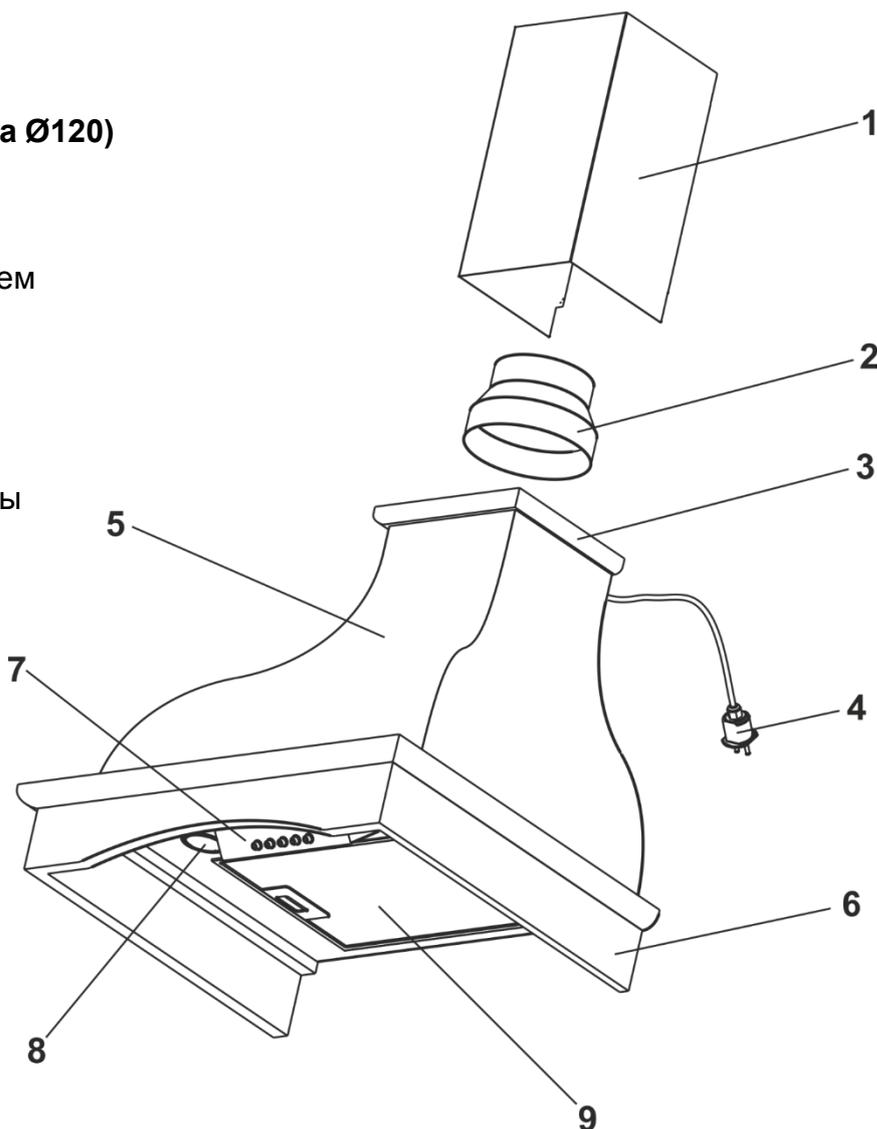

Рис.3
5.4 Вытяжка состоит из следующих составных частей (рис.3).